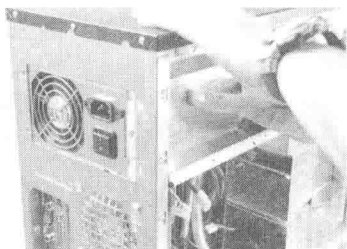

图 1-28 安装机箱电源
(1) 电源安装比较简单，只要将电源对准机箱的相应位置，安装到位后，拧紧螺钉即可，如图 1-28 所示。